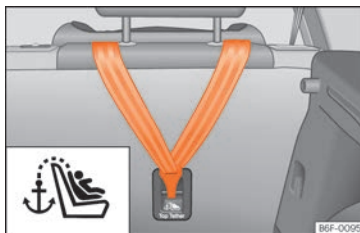

Fig. 25 Parte posterior de los asientos traseros: argollas de sujeción para el cinturón Top Tether.
- Deslice la correa y fíjela correctamente con el anclaje de la parte posterior del respaldo »» fig. 25.